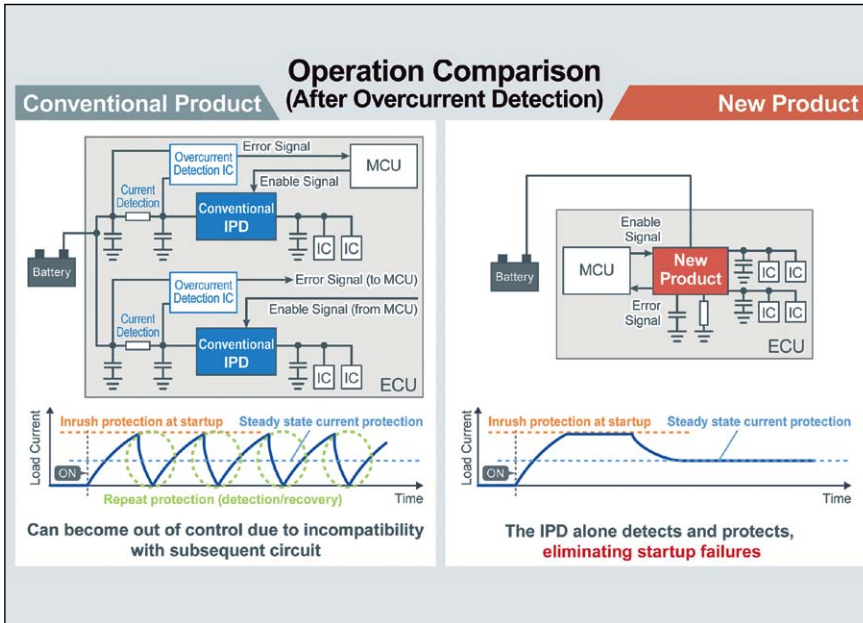

Bild 1. Vergleich verschiedener Überstromerkennungen. (Bild: Rohm Semiconductor)
**Bild 1** zeigt auf der linken Seite wie der Laststrom, wenn er die von konventionellen IPDs festgelegte obere Grenze erreicht, aufgrund der Inkompatibilität mit der nachfolgenden Schaltung leicht außer Kontrolle geraten kann. Dies führt zu Instabilität und kann sich ungünstig auf das System auswirken. Wenn
Bild 1 zeigt auf der rechten Seite, dass der Laststrom während des Einschaltstroms durch eine Stromschutzzeit nach oben begrenzt wird und reibungslos in den Schutz des Dauerstroms übergeht. Für den Dauerstrom lässt sich der anomale Stromwert mit einem externen Widerstand zwischen 1 A und 10 A einstellen. Dies gewährleistet Kompatibilität mit einer Vielzahl von Systemen.
Bild 1. Übersicht über die Einsatzbereiche der verschiedenen Leistungselektroniktechnologien, angeordnet nach Performance (Frequenz, Effizienz sowie Leistungsdichte) und Spannung. (Bild: STMicroelectronics)
2020 wird das Galliumnitrid (GaN)-Jahr, lautet die Essenz der aktuellen Leistungselektronik-Marktstudie von Yole Développement. Gleichzeitig steigt der Anteil der Elektronik im Auto und soll laut Roland Berger 2025 schon bei 35 % liegen. Eine sich ergänzende Entwicklung: GaN-Transistoren erfüllen die Frequenz-, Wirkungsgrad- und Leistungsdichte-Anforderungen neuer Applikationen der Automobilindustrie und stellen somit insbesondere bei niedrigen Spannungen eine Konkurrenz für konventionelle Silizium-Leistungstransistoren dar (**Bild 1**).